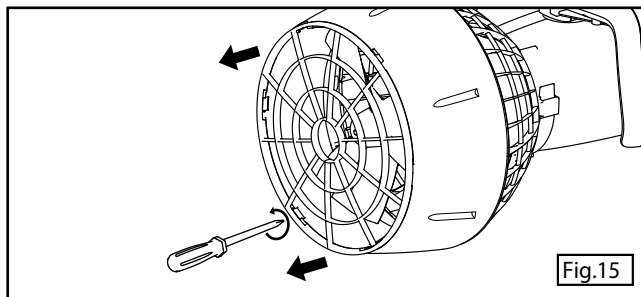

Fig.15
4. Dévisser les six vis de la grille arrière tel qu'illustré en figure 15.